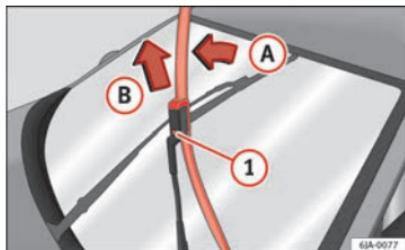

Fig. 66 As escovas dos limpa pára-brisas
- Remova o braço do limpa pára-brisas do vidro, movendo ligeiramente a escova no sentido do braço - seta (A) ⇒ Fig. 66.
- Com a outra mão, desbloqueie o mecanismo de segurança ① e retire a escova no sentido da seta (B).